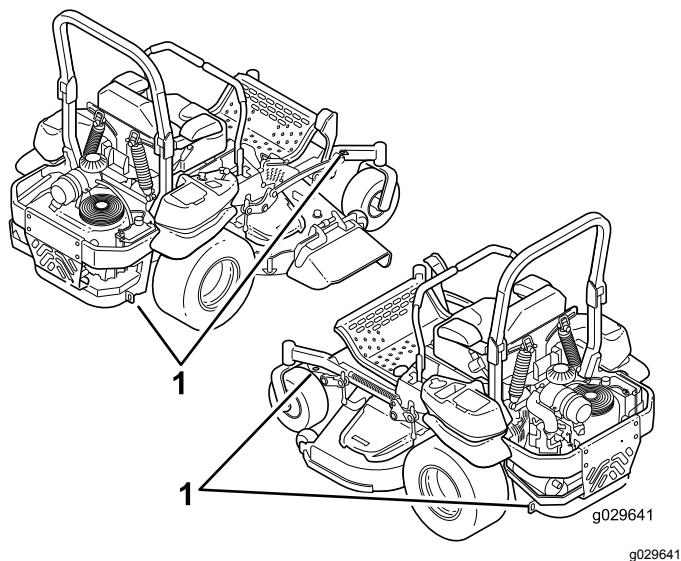

Figure 41
5. Servez-vous des points d'attache en métal de la machine pour l'arrimer solidement sur la remorque ou le véhicule de transport au moyen de sangles, chaînes, câbles ou cordes (Figure 41).